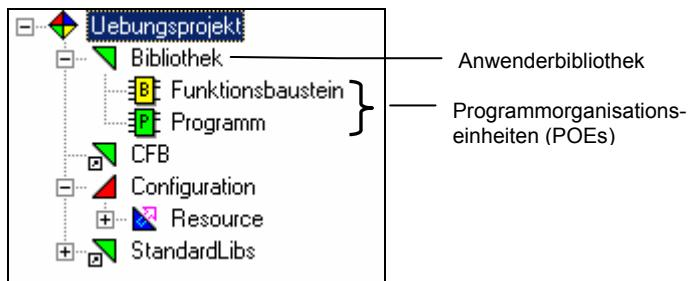

Abb. 48: Projektstruktur nach dieser Übung
- Öffnen Sie den Funktionsbaustein aus Abb. 48 mit einem Doppelklick auf das Bausteinsymbol . Der FBS-Editor öffnet sich und zeigt die verschiedenen Bereiche, in denen Definitionen möglich sind.